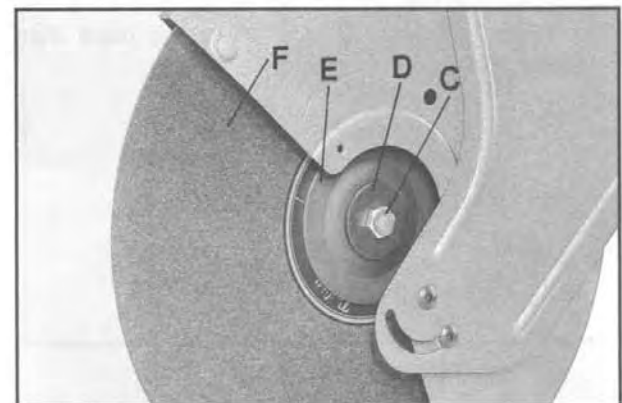

Fig. 23
4. Die Blattschraube (C, Fig. 23) mit einem geeigneten Schlüssel im Uhrzeiger-Drehsinn lösen. Die Scheibe (D) und den Blattflansch (E) entfernen. Die Trennscheibe (F) entfernen.